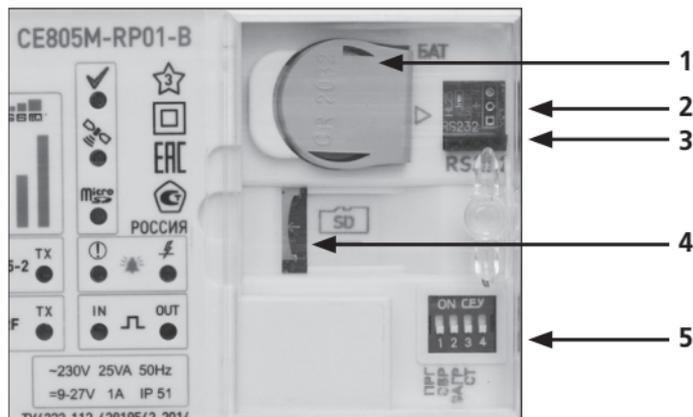

Рисунок 2 – Устройства на передней панели
4.5.4 В правой части передней панели УСПД имеется прозрачная сдвигающаяся влево крышка передней панели, которая открывает доступ к следующим устройствам (см. Рисунок 2):